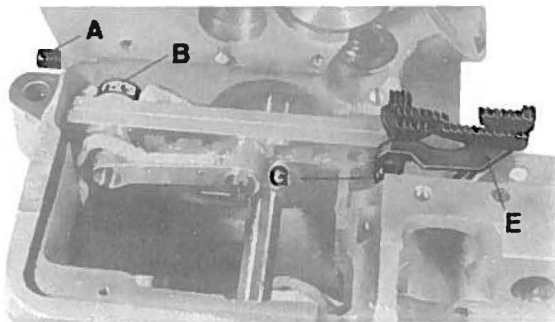

fig. 13
- Montare la griffa anteriore differenziale E con la vite G senza bloccarla (fig. 13).